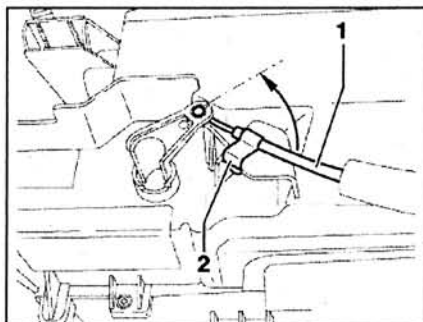

Рис. 8.77. Отсоедините фиксатор 2. Переместите трос 1 против часовой стрелки (стрелка) и отцепите.
2. Отцепите фиксатор 2 (рис. 8.77). Переместите трос 1 против часовой стрелки (стрелка) и отцепите.